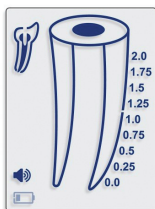

Fig. 2
5.2.2. Cuando la batería está baja, aparecerá en pantalla el indicador intermitente de batería baja (Fig. 2). El Find® de Endo-Eze™ seguirá funcionando normalmente aun con la batería baja, pero esta se deberá sustituir antes de que se agote.